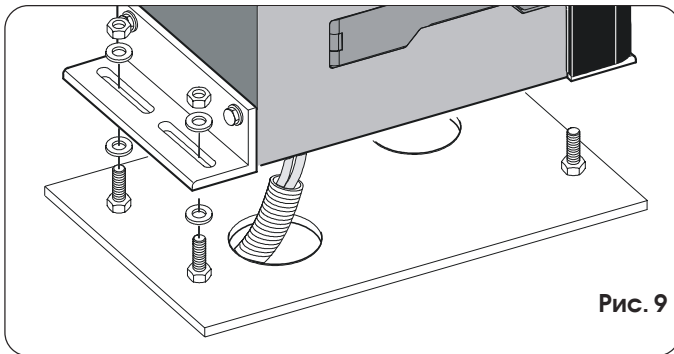
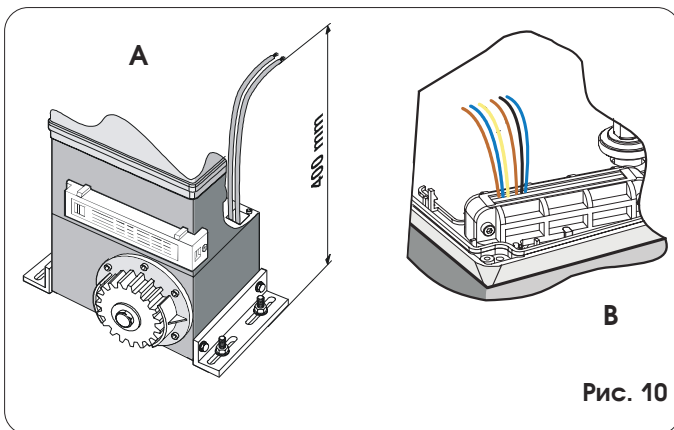

Рис. 9
Рис. 10
- 3) Закрепите привод на монтажной пластине, используя прилагаемые шайбы и гайки, как показано на рис. 9. Одновременно проложите кабели, пропустив их по желобу в нижней половине корпуса привода (рис. 10, поз. А). Удаляя оплетку с кабелей, будьте предельно осторожны, следя за тем, чтобы кабельная муфта прижимала каждый отдельный провод (рис. 10, поз. В). Подключение блока управления описано в разделе 5.